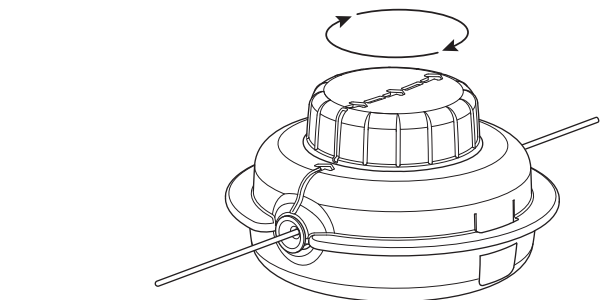

Fig. 15
5. Gire la perilla de impacto en el sentido de las agujas del reloj para enrollar el hilo hasta que sobresalgan aproximadamente 5 pulgadas (12.7 cm) por cada lado del cabezal de corte (Fig. 15). **NO** oprima la perilla de impacto mientras se enrolla el hilo. **NO** se deben alinear las flechas cuando se termine de enrollar el hilo.